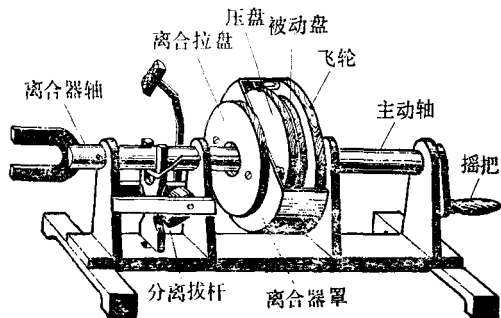

图3 离合器模型
模型主要由主动部分、被动部分和操纵部分组成,全貌如图3所示。
7. 组装 以上零件做成后,都安装在一个木架上,木架形状见图3。安装步骤如下: